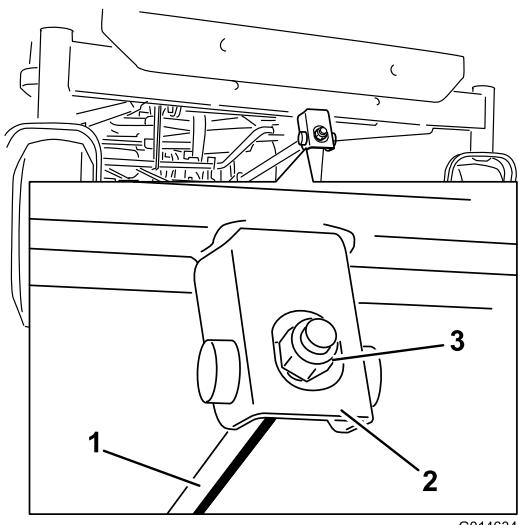

Figura 67
6. Per regolare l'inclinazione longitudinale della lama, ruotate il dado di regolazione nella parte anteriore del tosaerba (Figura 67).